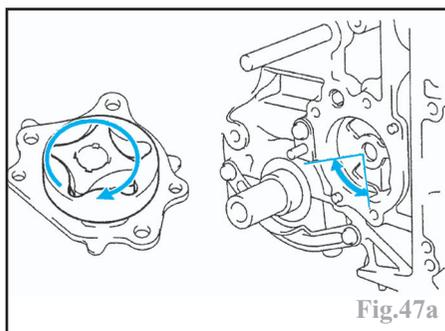

Fig.47a
- appliquer de l'huile moteur entre les pignons de pompe et sur la partie inférieure de l'orifice de pompe, le long de la circonférence indiquée sur la figure (Fig.47a).